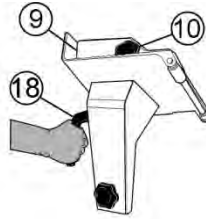

FIG 5. USO DEL CARRO
3.- Usando la perilla (10), empuje el pisón (9) hacia abajo sobre el producto. Para deslizar el carro hacia adelante y atrás, use la manivela (18) del mismo (Fig. 5).
4.- Mueva el carro completamente hacia atrás y seleccione el espesor de corte deseado (7).